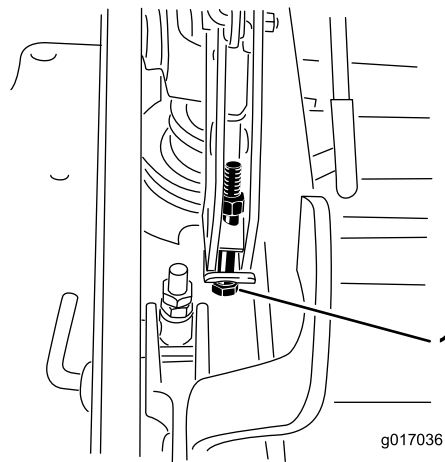

Figure 104
12. Si le tablier est trop bas, serrez le boulon de réglage monopoint dans le sens horaire. Si le tablier est trop haut, desserrez le boulon de réglage monopoint dans le sens antihoraire (Figure 104).